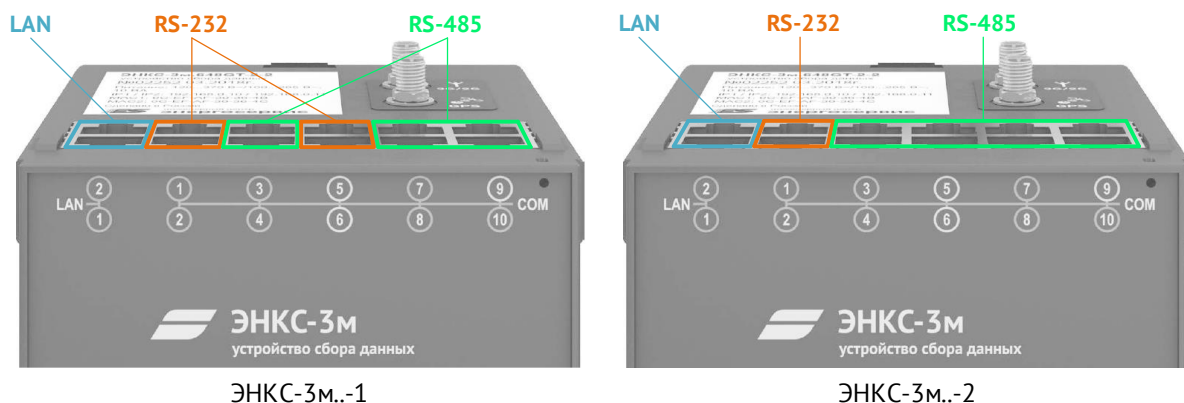

Рисунок 2.1. Соответствие интерфейсов ЭНКС-3м (hw 4.2, hw 4.3)
2.3.2 На рис. 2.1 и 2.2 приведены используемые с 2020 г. схемы соответствия последовательных интерфейсов в ЭНКС-3м, где каждый UART обозначается как COM-1...-10, независимо от типа его интерфейса (RS-232 или RS-485).